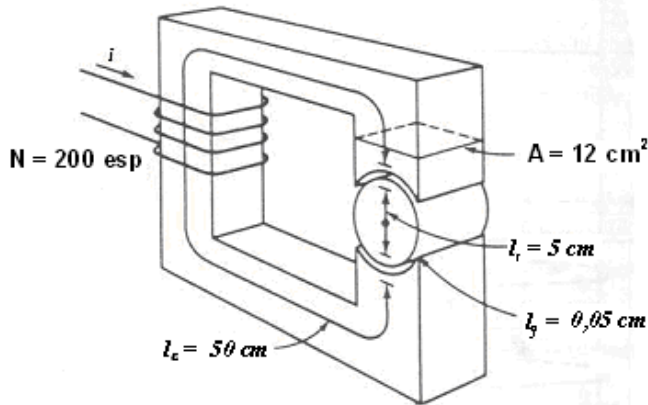

Fig. 4
5.-La Fig. 4 muestra un rotor y un estator simplificados para un motor de corriente continua. La longitud del trayecto medio del estator es de 50 cm y el área de su sección transversal es de 12 cm2. La longitud del trayecto medio del rotor es de 5 cm y el área de su sección transversal puede también suponerse de 12 cm2. Cada entrehierro de aire entre el rotor y el estator es de 0,05 cm de ancho y el área de la sección transversal de cada entrehierro de aire (incluyendo el efecto de borde) es de 14 cm2. El hierro del núcleo tiene una permeabilidad relativa de 2000 y tiene 200 espiras de alambre en el núcleo. Si la corriente en el alambre se gradúa en 1 A, ¿cuál sería la densidad de flujo resultante en los entrehierros de aire?